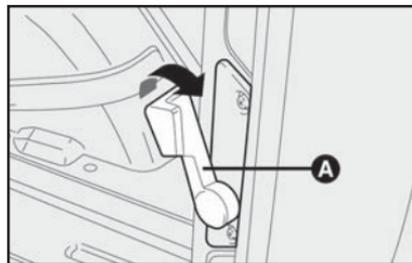

fig. 90
Depois de abrir a porta esquerda, puxe a maçaneta **A-fig. 90** no sentido indicado pela seta.
**ADVERTÊNCIA:** utilizar a maçaneta **A-fig. 90** apenas no sentido indicado pela seta.